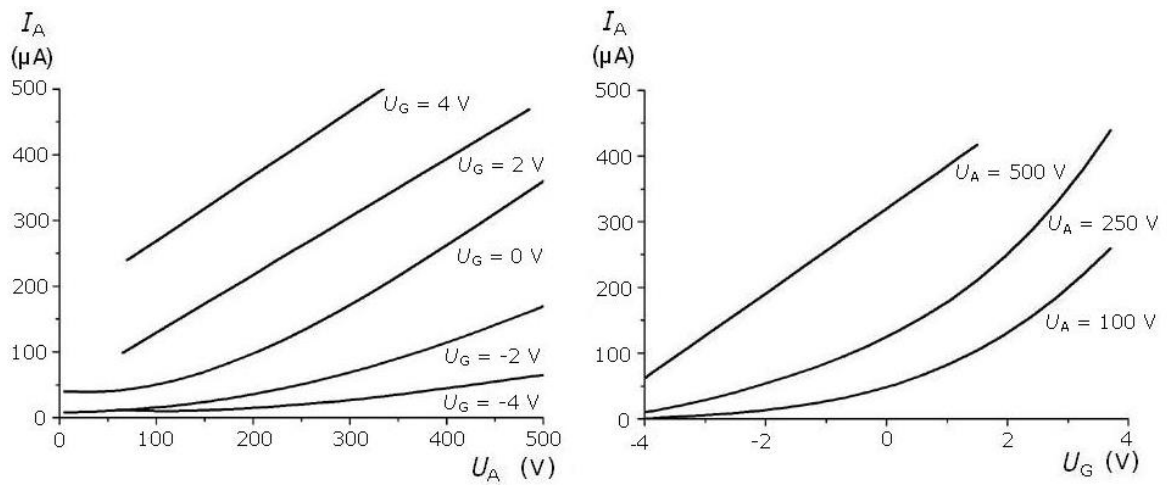

Fig. 2 Caractéristiques de la triode
- Caractéristiques $I_A - U_A$: pour des tensions de grille constantes, déterminez le courant anodique en fonction de la tension anodique et représentez les paires de valeurs sous forme graphique (voir la figure 2).
- Caractéristiques $I_A - U_G$: pour des tensions anodiques constantes, déterminez le courant anodique en fonction de la tension de grille et représentez les paires de valeurs sous forme graphique (voir la figure 2).